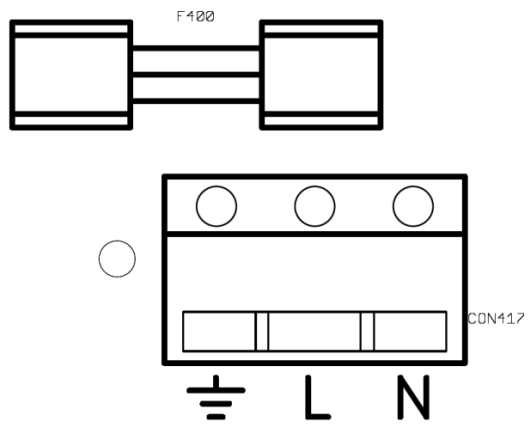

Bild 2 Nätströmsingångsterminal
2. Ta bort det grå skyddet i laddarens frontpanel för att få tillgång till AC-ingångskontakten, se bild 2.